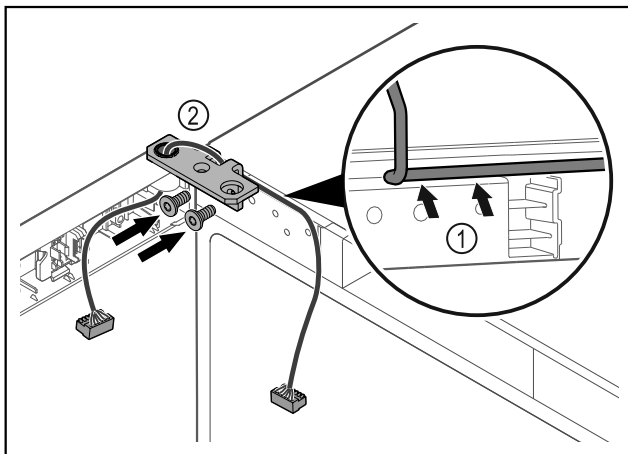

Fig. 47
- ▶ Vezesse át a kábelt a csuklópánton lévő nyíláson, majd óvatosan fektesse le Fig. 47 (1).
- ▶ Csavarozza fel a csuklópántot Fig. 47 (2).